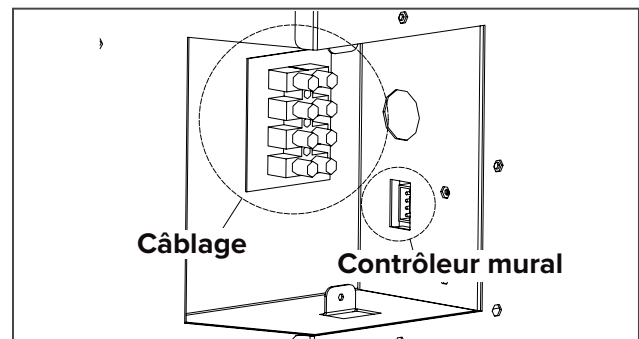

Fig. 2
- L'appareil étant placé dans le cadre d'encastrement, insérez-le suffisamment loin dans l'enceinte pour localiser les fils d'alimentation du bornier (**Fig.2**).